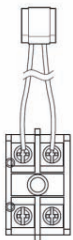

Fig.1
- ① Klemmenblocksatz der Ersatzheizung finden (Abb. 1).
- ② Montieren Sie den Klemmblocksatz mit dem Schraubgerät.